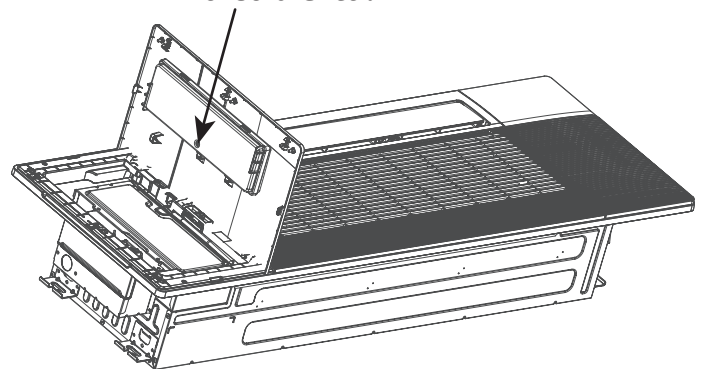

Fig. 7.8
2. Abra el panel lateral del cassette que contiene el panel de visualización. En la parte posterior del panel hay una cubierta que se sujeta con un tornillo. Afloje el tornillo y retire el panel (**Ver la Fig. 7.8** a continuación).